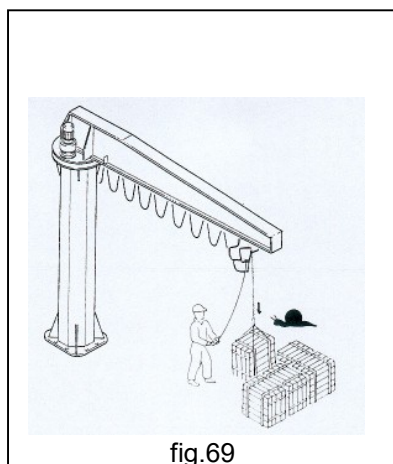

fig.69
- **SIEMPRE** use velocidades "lentas" para operaciones de aproximación y de posicionamiento (fig.69).